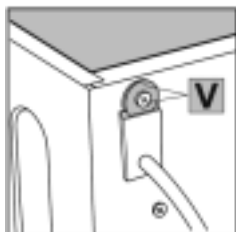

Рис. 3
4. Отверните винт **V** с фиксатора питающего кабеля (рис. 3).